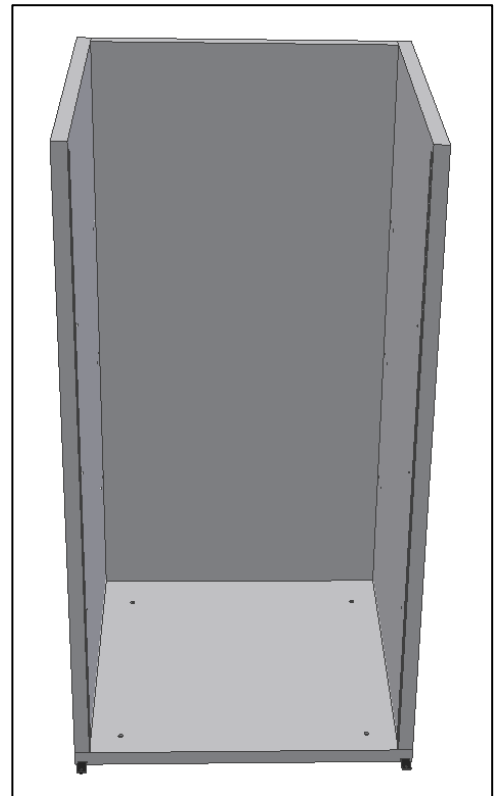

Abb. 5
- Bringen Sie die **rechte Seitenwand** auf der Bodenplatte in Position und befestigen Sie sie mit ihr (Abb.5);